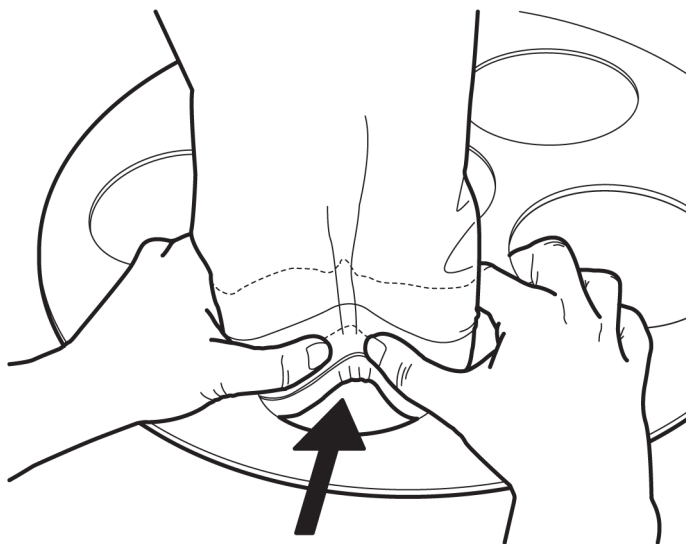

Figura 5-4. Aflojamiento del filtro
2. El filtro está fijado con una fijación rápida en la chapa inferior del fondo del casete de filtro de calcetín. Presionar el borde exterior del filtro hacia el centro del filtro; ver *Figura 5-4, página 29*.
5. Comprobar que el filtro de calcetín engancha en los agujeros de la chapa inferior y que queda bien estanco; ver *Figura 5-4, página 29*.